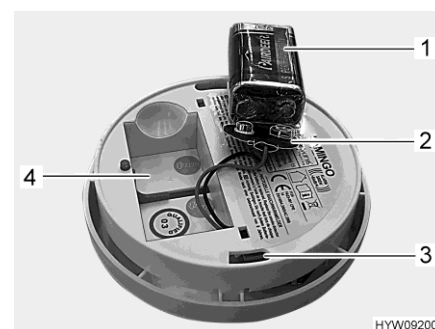

Fig. 115 Detector de humo (lado trasero)
- Sacar la pila y desconectarla de la conexión de pila (Fig. 115,2).
- Conectar la nueva pila (Fig. 115,1) en la conexión de pila (Fig. 115,2). En esto, asegurarse de que los polos de la pila engatillen en la conexión de pila.
- Insertar la pila en el compartimento de pilas (Fig. 115,4).
- Colocar el detector de humo (Fig. 116,1) en el soporte (Fig. 116,3). Las salientes de sujeción (Fig. 116,2) deberán engranar en los orificios (Fig. 115,3) en el detector de humo.